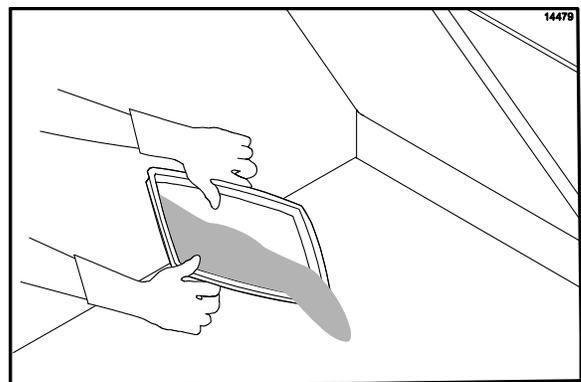

Figura 105
37. Vierta el resto de la solución limpiadora **McD Hi-Temp Grill Cleaner (HTGC)** sobre la superficie inferior de la parrilla. (Vea la figura 105.)